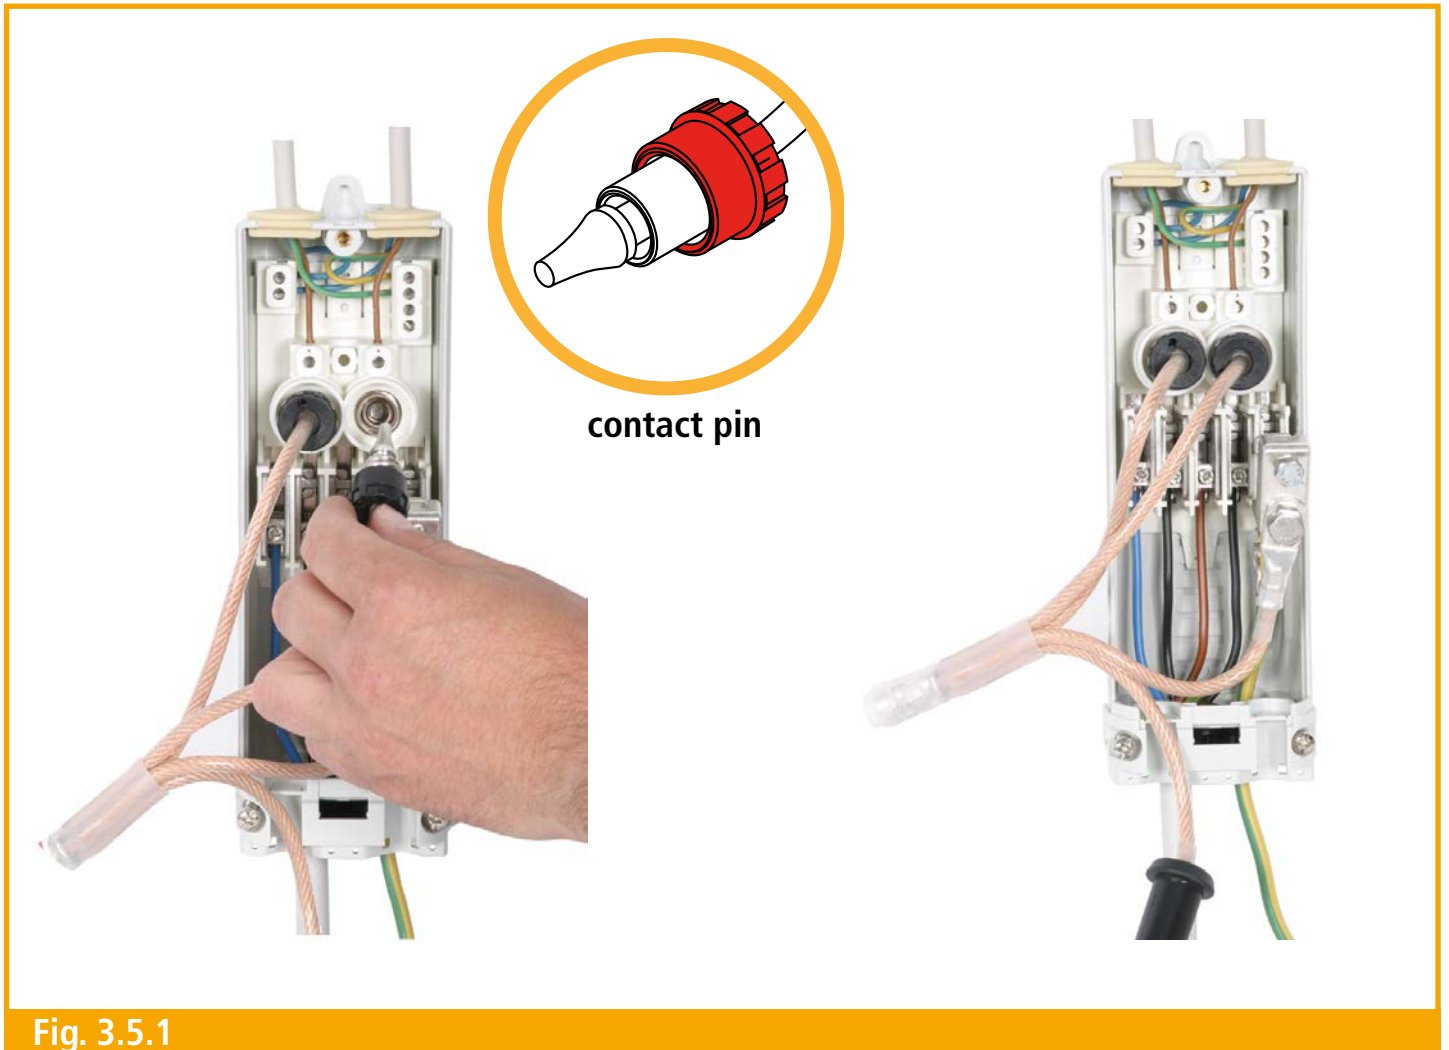

Fig. 3.5.1
- 3.5.1 Die Kontaktbolzen der Erdungs- und KurzschlieÙvorrichtung werden in den jeweiligen Sicherungsschraubeinsatz (E14 oder E18) des Übergangs- und Sicherungskastens herangeführt und eingeschraubt (siehe Bild 3.5.1).
Danach können die Kontaktbolzen der Erdungs- und Kurzschließvorrichtung in das E14-Gewinde des Adapters eingeschraubt werden (siehe auch Bild 3.5.1, Seite 6).
3.5.1 The contact pins of the earthing and short-circuiting device are led to and screwed into the respective fuse insert (E14 or E18) of the junction and fuse box (see Fig. 3.5.1)
Afterwards, the contact pin of the earthing and short-circuiting device can be screwed into the E14 thread of the adapter (see also Fig. 3.5.1, page 6).